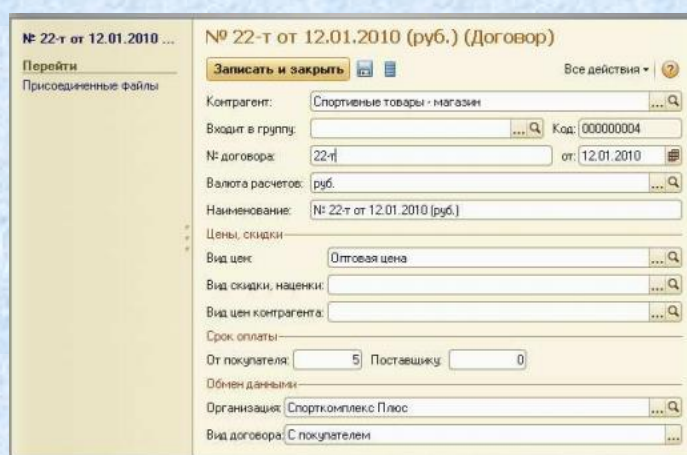

Рисунок 5 - Карточка договора
Важно отметить, что программа позволяет также присоединить к карточке договора сам текст договора. Для этого файл с текстом договора должен быть загружен в программу. Это осуществляется нажатием на ссылку «Присоединенные файлы» (рисунок 5) в карточке договора.
2. Заполнить реквизит **Вид скидки, наценки** (рисунок 5) как показано на рисунке 6.